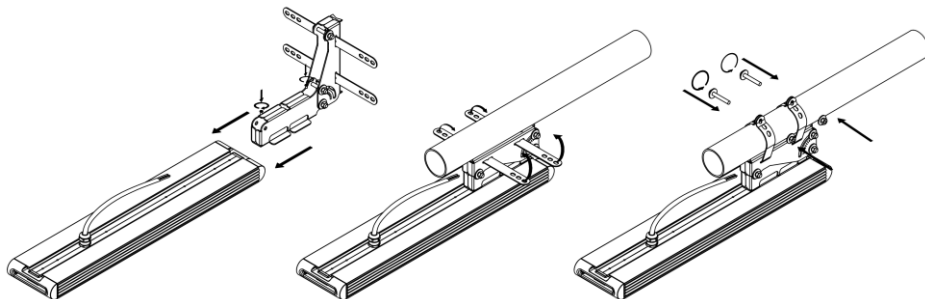

Рисунок 5 — Установка крепления Консоль с регулировкой (на примере Element 0,5x1).
5.4.2. Распакуйте крепление и установите на светильнике (см рисунок 5). Заведите крепление в паз на корпусе светильника. Для фиксации крепления на корпусе светильника имеются 2 отверстия. Совместите отверстия на креплении с отверстиями на корпусе. Шаг между винтами на креплении должен совпасть с шагом между винтами на корпусе. Вкрутите два винта М5, идущих в комплекте для фиксации крепления на корпусе светильника.
5.4.4. Обогните два хомута вокруг трубы (см. рисунок 5). Труба не должна упираться в гермоввод на корпусе светильника.